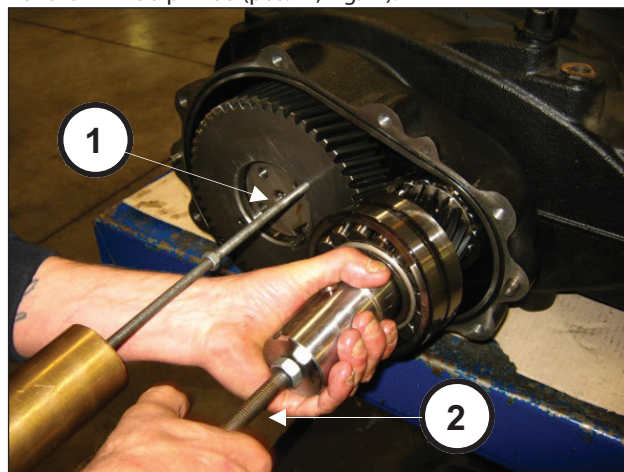

Fig. 12
Para poder remover o conjunto pinhão + coroa, é necessário aplicar um martelo nos 2 furos M8 da coroa (pos. ①, Fig. 12) e no furo M12 do pinhão (pos. ②, Fig.12).